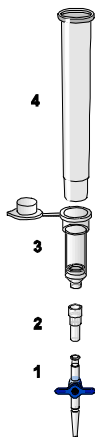

Figura 1. Asamblarea componentelor QIAamp DSP Virus Kit pentru procesarea în vid a probelor:
Asigurați-vă că ați configurat corect prelungitorul pentru coloane (EXT), coloana QIAamp MinElute, conectorul VacConnector (VC) și supapa VacValve (consultați Figura 1).
5. Centrifugați eprubeta pentru liză (LT) timp de ≥ 5 secunde la viteză maximă pentru a elimina picăturile din interiorul capacului.
6. Schimbați mănușile și deschideți cu atenție eprubeta pentru liză (LT).
7. Adăugați 600 µl de etanol (96-100%) în eprubeta pentru liză (LT), închideți capacul și amestecați bine prin vortexare cu impulsuri timp de ≥ 15 secunde. Incubați timp de 5 minute la temperatura camerei (15-25 °C).
- Centrifugați eprubeta pentru liză (LT) timp de ≥ 5 secunde la viteză maximă pentru a elimina picăturile din interiorul capacului.
- Introduceți coloana QIAamp MinElute în conectorul VacConnector (VC) în sistemul de vidare (consultați Figura 1, pagina 28). Introduceți un prelungitor pentru coloane (EXT) în coloana QIAamp MinElute deschisă.